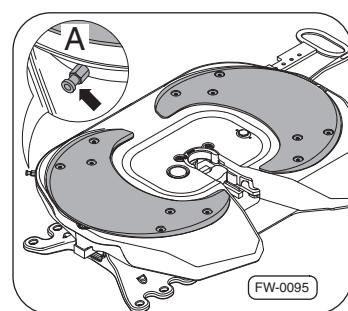

Fig. 21 · Points de lubrification des verrous SK-S 36.20 W/SK-S 36.20 DW
- Bien graisser le verrou depuis le graisseur ⇒ Fig. 21, –flèche A– au bord de la plaque, puis régulièrement **tous les 10 000 km**.
- Bien graisser le verrou depuis le graisseur → Fig. 21, –flèche A– au bord de la plaque, puis régulièrement **tous les 10 000 km.**